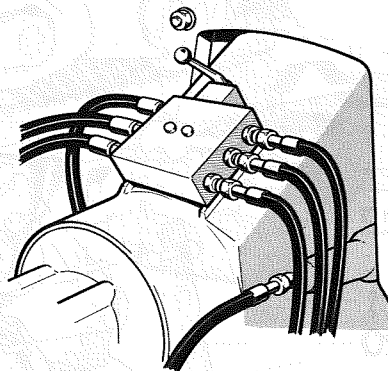
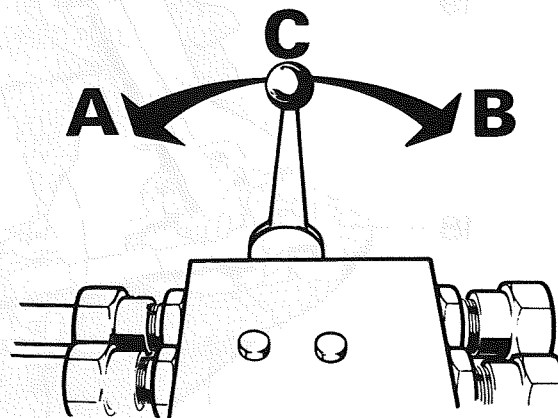

Fig. 4. Reglerboxens placering på skölden
Fig. 5. Reglerhandtag för uppfällning och nedfällning av drevet
På reglerboxen, som är placerad på insidan av skölden (se fig 4), finns ett handtag (se fig 5) med vilket man reglerar upp- och nedfällningen av drevet.
2. För reglerhandtaget åt styrbord (A fig 5). Håll det kvar i detta läge tills drevet är helt uppfällt. För sedan omedelbart tillbaka reglerhandtaget till neutralläget (C).
2. För reglerhandtaget åt babord (B fig 5). Håll det kvar i detta läge tills drevet är helt nedfällt. För sedan omedelbart tillbaka reglerhandtaget till neutralläget (C).